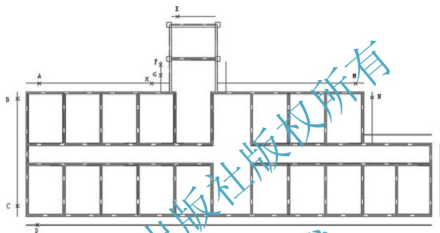

图 2.63 外墙外边线向外偏移 900mm
将外墙的外边线向外偏移 900mm, 如图 2.63 所示。之后需要对散水线的阴阳角进行修角处理。
① 在选择第一个对象或 [放弃(U)/多段线(P)/半径(R)/修剪(T)/多个(M)]: 提示下, 拾取图 2.63 中的散水线 A 处。
② 在选择第二个对象, 或按住 Shift 键选择要应用角点的对象: 提示下, 拾取散水线 B 处。